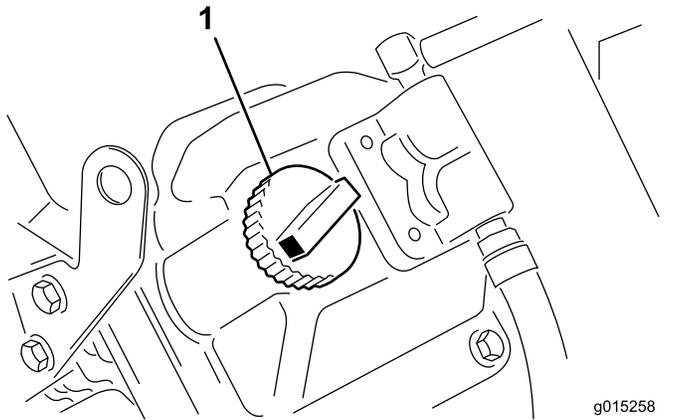

图 9
5. 如果油位低于“已满”标记应取下加油管盖添加机油直至油位达到量油尺上的“已满”标记 (图 9)。